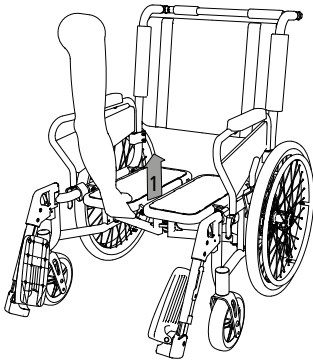

Abb. 29
5. Ställ dig framför rullstolen och ta tag i mitten på ena delen av sitsen. Dra sedan uppåt (1, bild 29).